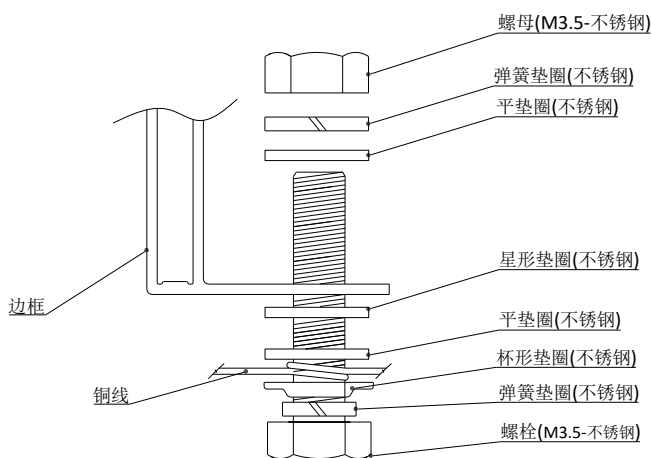

图 7
- 接地螺栓必须使用不锈钢材质，用在指定的接地孔上。首先插入 M3.5 不锈钢螺栓穿过弹簧垫圈，杯形垫圈（直径 2.1mm 的铜导线），平垫圈，星形垫圈，然后通过边框的接地孔，平垫圈，弹簧垫圈，最后使用 M3.5 的螺母拧紧，请注意：导线的温度上限为 85℃，安装示意图 7。